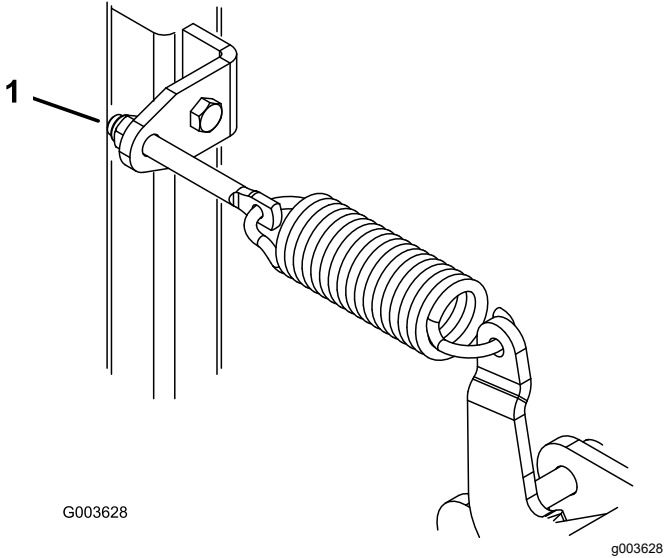

图 27
2. 顺时针旋转弹簧调节螺母图 27 以升起刀片逆时针旋转以降下刀片。